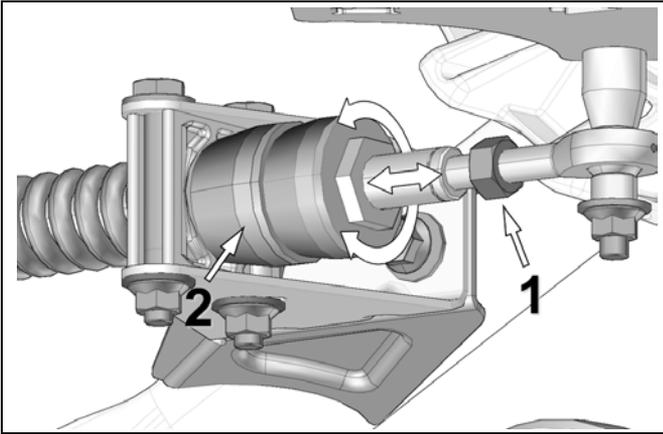

Abbildung 16
- Lösen Sie Gegenmutter (1). Drehen Sie den Stabilisierungsarm, um die Länge des Stangenkopfes einzustellen, so dass kein Druck auf den Gummikegel/ Gummidämpfer (2) ausgeübt wird. Siehe Abbildung 16.